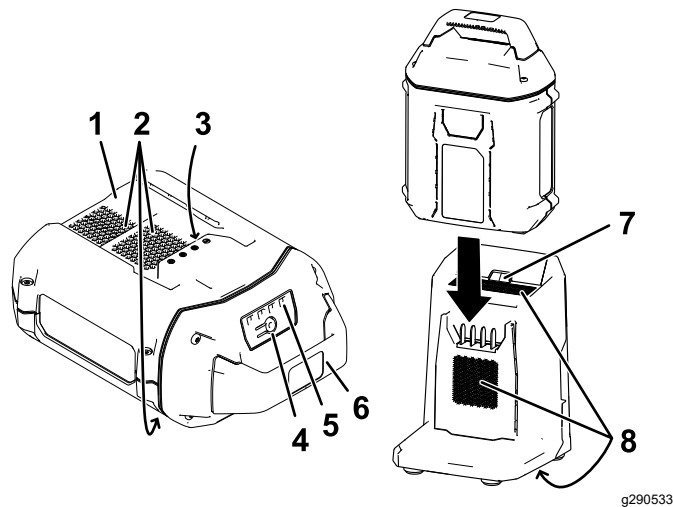

Figura 22
2. Alinee el hueco de la batería (Figura 22) con la lengüeta del cargador.
3. Introduzca la batería en el cargador hasta que esté completamente asentada (Figura 22).